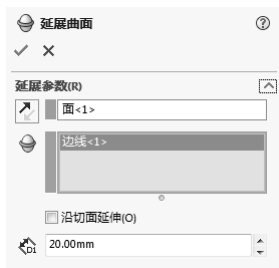

图 9-18 “延展曲面”属性管理器
1) 选择菜单栏中的“插入”→“曲面”→“延展曲面”命令, 或者单击“曲面”工具栏中的  (延展曲面) 按钮, 系统弹出“延展曲面”属性管理器, 如图 9-18 所示。